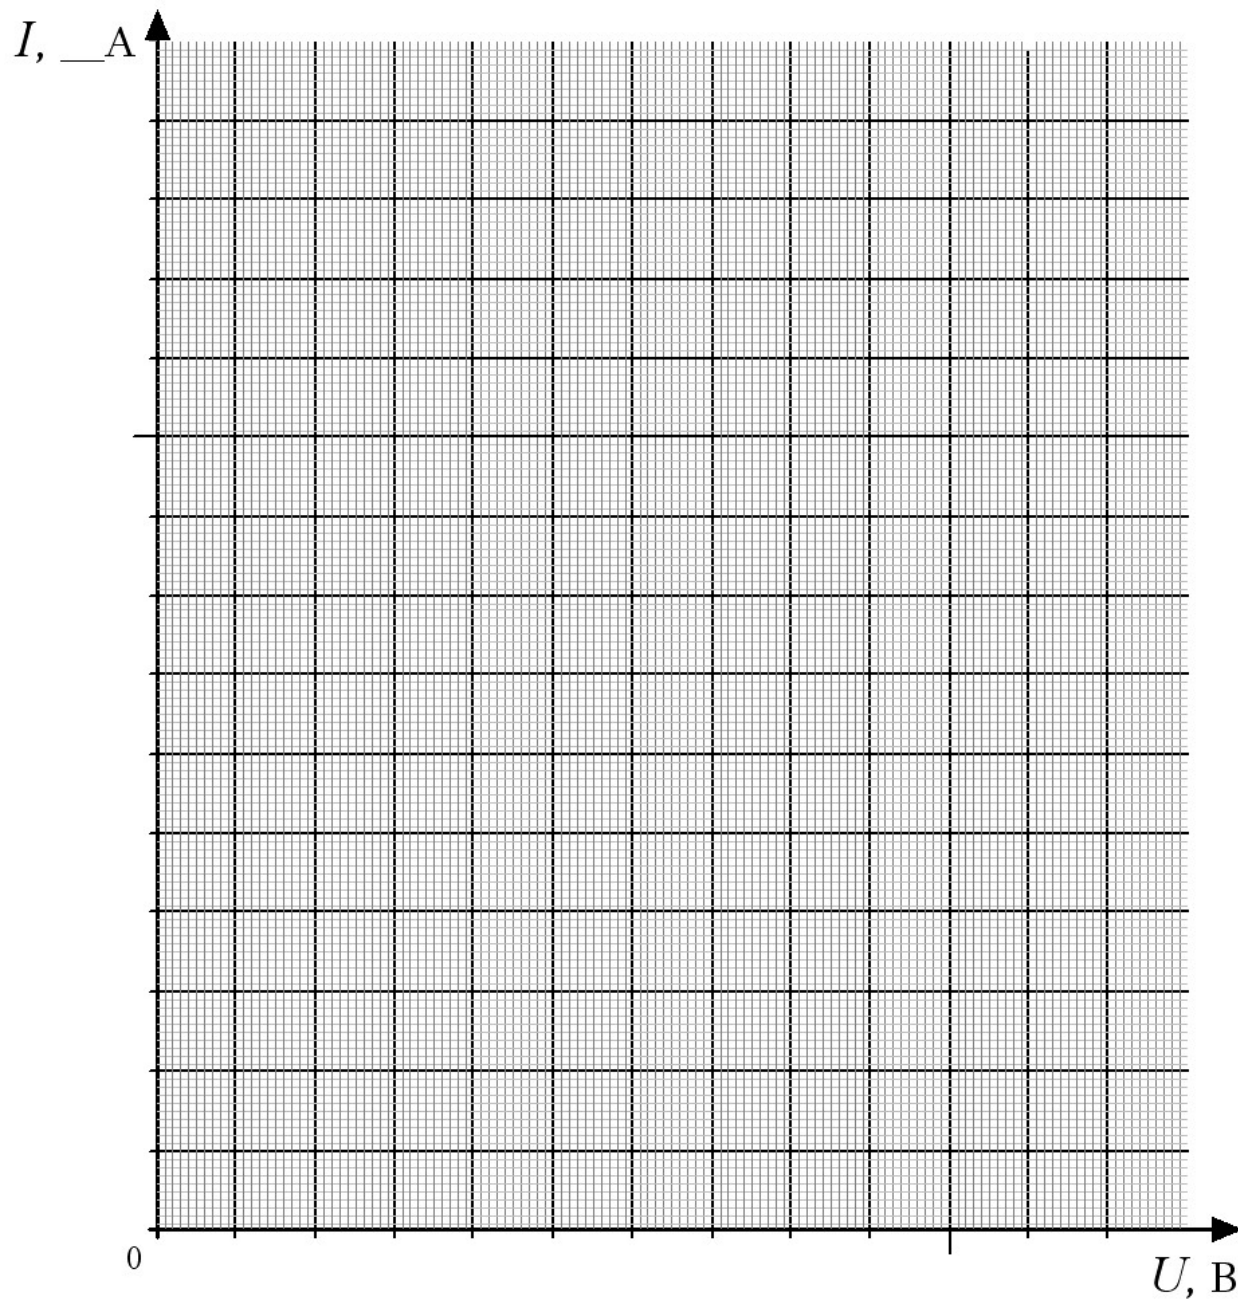

Рис. 2.6. Последовательное включение элементов
**Примечание:** при построении ВАХ следует использовать заготовку (см. Приложение 2, рис. 2.6); ось напряжений разметьте от 0 до 3,9 В с шагом 0,3 В; масштаб по оси тока выберите произвольно, но так, чтобы все графики уместились в пределах поля заготовки.